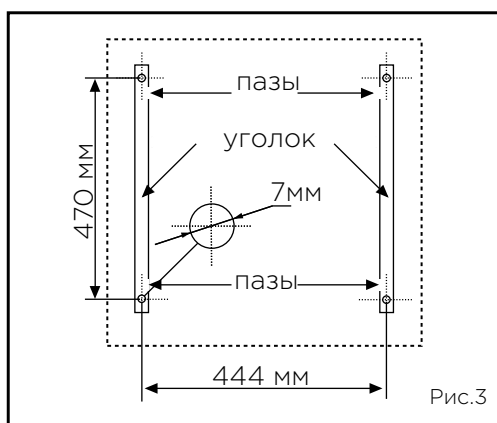

Рис.3
- Для монтажа светильников ССВ с типом корпуса “накладной” необходимо сначала закрепить на верхнем основании (потолке) два уголка, как показано на рис. 3. Затем повесить светильник, вставив в пазы уголков (на рис.3 обозначены стрелками) кромки (ушки) (на рис.4 обозначены стрелками) корпуса светильника.